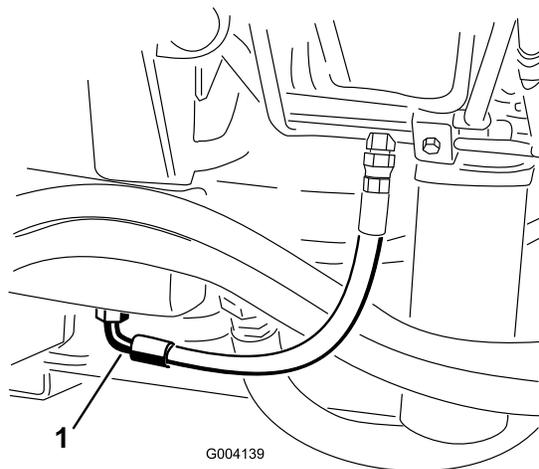

図 100
3. タンク **図 100** の下についているフィッティングの下に、オイルを受ける大型の容器を置く。